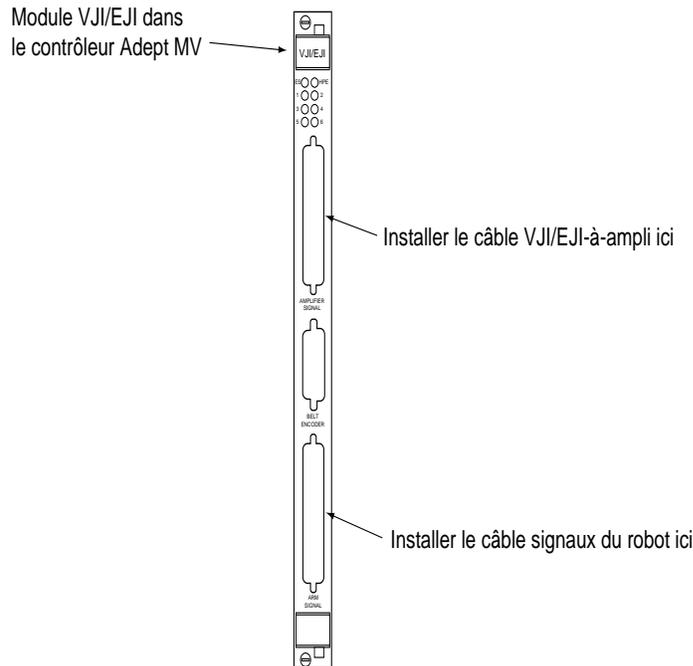

Figure 2-14. Installation du câble robot-à-VJI/EJI
1. Brancher le connecteur D-sub à 50 broches au connecteur de signaux du robot (inférieur) sur le module VJI/EJI. Voir la Figure 2-14.